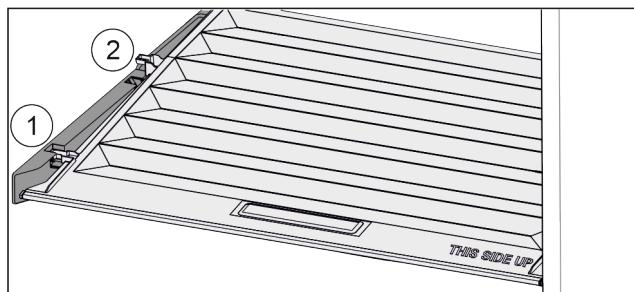

Fig. 83
- Vytáhněte víko dopředu až k otvoru v přídržných dílech Fig. 83 (1).
- Vzadu zespodu nadzvedněte a vyjměte směrem nahoru Fig. 83 (2).